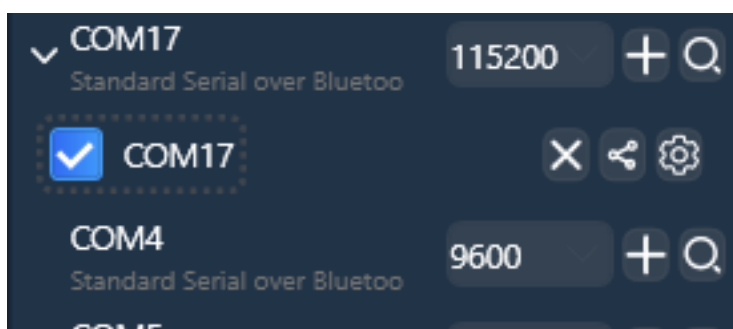

Рисунок 5 – Обрання порту підключення
3.2 Запустити програму WitMotion і в меню обрати порт, до якого підключено модуль, ввести швидкодію 115200, та відмітити чекбокс (Рис. 5).